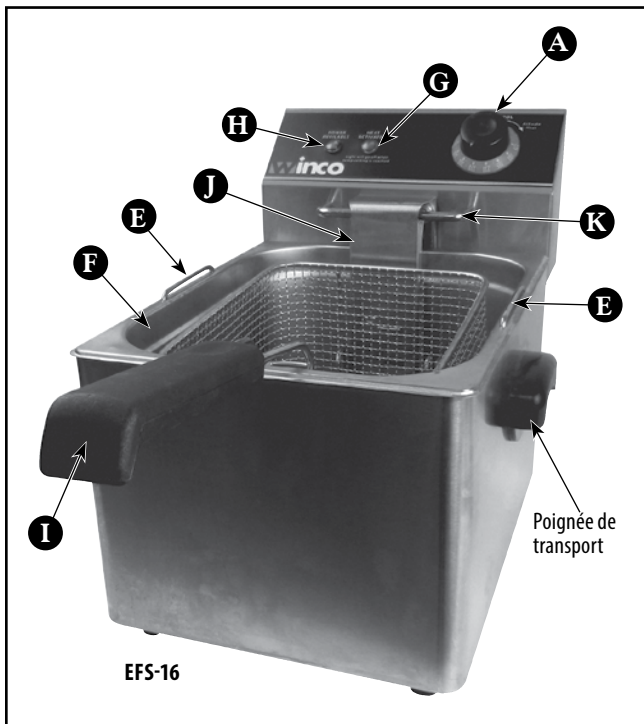

Figure 1. Caractéristiques et commandes pour EFS-16 & EFT-32
- A MOLETTE DE CONTROLE DE THERMOSTAT** (Figure 1) Utilisé pour régler ou ajuster la température de l'huile. Les chiffres sur le cadran correspondent à la température de l'huile. La position "0" pour s'éteindre.
- E POIGNEE DE LEVAGE DE PUIITS** (Figure 1) Utilisée pour soulever le puits dans et hors de l'unité d'élimination de l'huile et de nettoyage.
- F PUIITS AMOVIBLE** (Figure 1) C'est la place pour contenir l'huile et réaliser la cuisson. L'élément chauffant est suspendu dans cette composante.
- G VOYANT DE PRET DE TEMPERATURE** (Figure 1) Ce voyant indique que l'élément est chauffé. Une fois la température atteinte, le voyant s'éteint. L'appareil continuera à maintenir la chaleur et la température avec le cycle ON/OFF. **Ce n'est pas un voyant "ON / OFF"**.
- H VOYANT D'ALIMENTATION** (Figure 1) Il indique que l'appareil est branché et mis sous tension.
- I ASSEMBLAGE DE PANIER DE FRITURE** (Figures 1 & 4) Avec la poignée amovible.
- J SUPPORT VERTICAL D'ELEMENT** (Figure 1)
- K BARRE DE SUPPORT DE PANIER** (Figure 1)
2. Retirez le(s) panier(s) (I) de la friteuse.
3. Remplir ou ajouter de l'huile / le shortening solide pour le puits (F). Toujours maintenir le niveau d'huile entre le Haut niveau d'huile (C) et le Bas niveau d'huile (D) comme indiqué sur le support vertical d'élément (J). (Voir Figure 1) Ne pas remplir trop ou pas assez.
4. Réglez la Molette de contrôle de thermostat (A) à la température désirée; le Voyant de Prêt de Température (G) indique lorsque les éléments sont mis sous tension. Si la graisse végétale solide est utilisé, enveloppez l'élément chauffant autour de la graisse et réglez la température entre 200 ~ 250 ° F pour que la graisse puisse fondre lentement car il couvre les éléments chauffants. La graisse fondue ne doit pas dépasser le repère de haut niveau, ni devrait pas descendre en dessous du repère de niveau bas trouvé sur le support vertical d'élément (J). Cela permettra de réduire la fumée et le risque d'incendie.
5. Préchauffez l'huile pour atteindre la température de cuisson recommandée. Lorsque le Voyant de Prêt de Température (G) réalise un cycle, l'huile atteint la température de consigne.